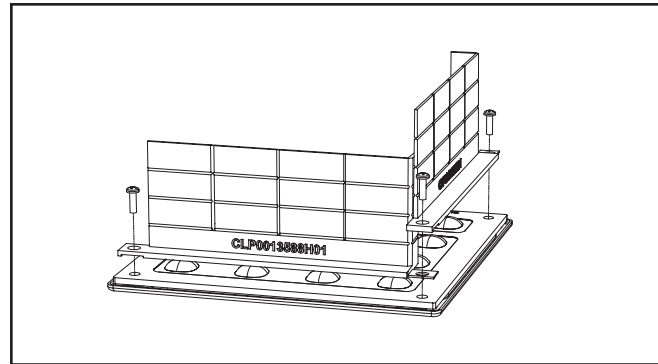

Figure 3.
14. Cuando se necesiten varios escudos en el mismo cuadrado de luz, asegúrese de que las pestañas se superponen correctamente para que se ajusten de manera segura (Fig. 3).